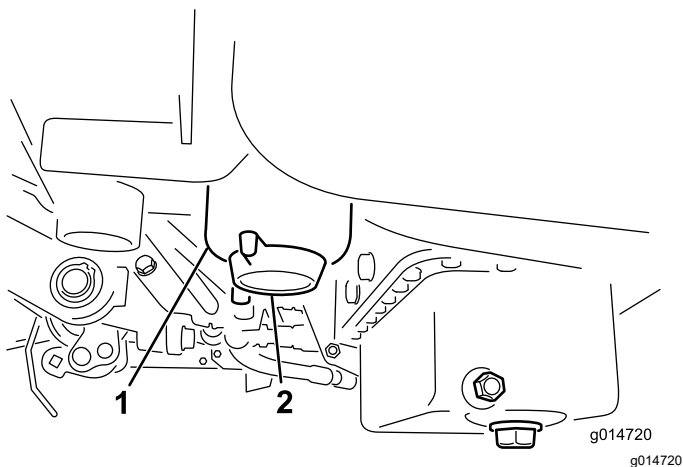

Figura 38
2. Limpie la zona de montaje del cartucho del filtro (Figura 38).
4. Abra el tapón de vaciado del filtro (Figura 38).